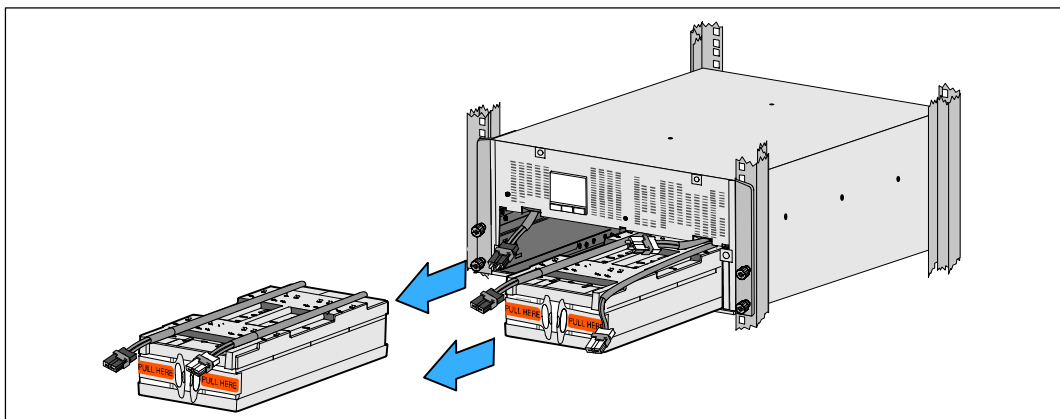

図 41. バッテリートレイの取り外し方
**4** UPSから使用済みバッテリートレイを取り外します(図 41を参照):